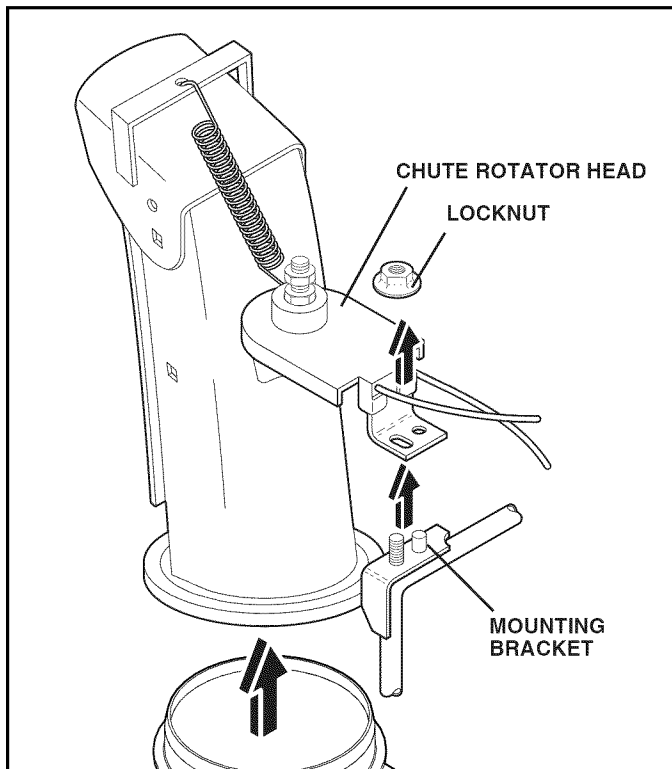

FIG. 19
2. DESMONTAR EL CONDUCTO DE EYECCIÓN – Aflojar la contratuerca que asegura la cabeza giratoria del conducto al soporte de montaje lo suficiente para poder levantar la cabeza giratoria del conducto y desmontar el conducto de eyección de la máquina quitanieves. Vea Fig. 19.